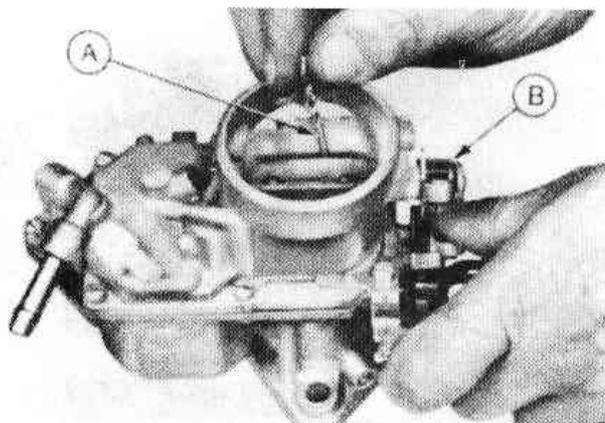

Рис.3.23. Проверка приоткрытия воздушной заслонки сверлом (А) и регулировка подгибом язычка (В) (Разд.22)
20. *Карбюраторы с ручной воздушной заслонкой:* Поверните кулачок до упора и удерживайте в таком положении. Откройте воздушную заслонку до упора и замерьте приоткрытие воздушной заслонки сверлом соответствующего размера. Отрегулируйте до указанной в спецификации величины подгибом язычка (Рис.3.23).